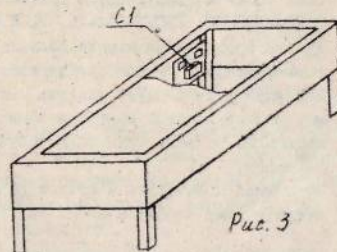

Рис. 3
- 6.3. ВНИМАНИЕ ! При работах связанных с ремонтом электрооборудования, необходимо предварительно вынуть вилку шнура питания из розетки и разрядить конденсатор С1, находящийся на электрошите в ножной части установки (рис.3).
ВНИМАНИЕ! При проведении работ по п. 7.5. запрещается прикасаться к электрошлиту (рис. 3) и к выводным клеммам конечных выключателей.